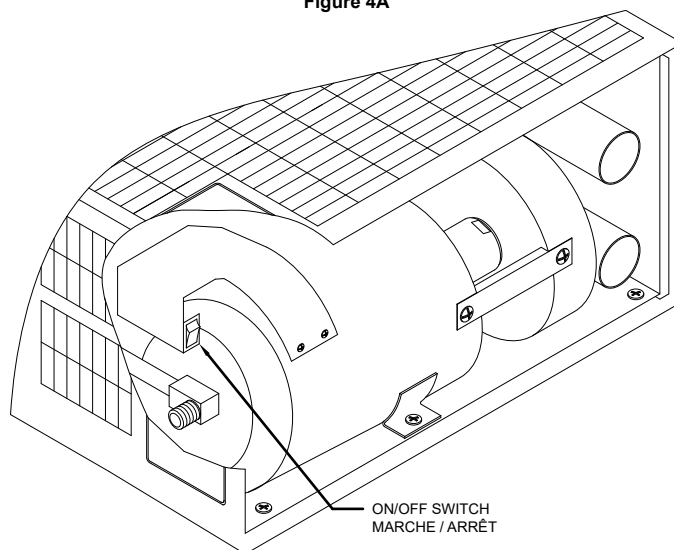

Figure 4B
5. Ouvrir le robinet d'arrêt manuel (si équipé) ou la valve au niveau du réservoir de propane à l'extérieur. Les bonnes caractéristiques de fonctionnement dépendent de la position de la vanne complètement ouverte. Ne jamais essayer de fonctionner avec une vanne partiellement fermée. REMARQUE: Cette fournaise est équipée d'un interrupteur d'arrêt de vanne. Si la fournaise est démarrée avec l'interrupteur d'arrêt en position «OFF», le moteur de la fournaise fonctionnera pendant 30 secondes, puis s'éteindra. Pendant cette séquence, aucun gaz ne circulera dans le brûleur et la chaudière sera verrouillée, ce qui obligera l'utilisateur à éteindre le thermostat ou l'alimentation de l'unité pour réinitialiser la fournaise. Assurez-vous que l'interrupteur d'arrêt est en position «ON» pour un fonctionnement correct. NOTE: Ce four est équipé d'un interrupteur d'arrêt de la vanne. Lorsque l'interrupteur est en position «OFF», le gaz ne s'écoule pas vers le brûleur et la fournaise ne fonctionne pas plus. Modèles SF SERIES, voir la figure 4A. Modèles de la série SH, voir la figure 4B.
9. Après trois (3) tentatives sans succès, exécuter les instructions d'arrêt de l'appareil, et contacter le concessionnaire, ou un établissement local de service après-vente. Ne pas tenter de commander l'allumage de la flamme en contraignant l'appareil au moyen du thermostat. NOTE: Si l'appareil serait bloqué le ventilateur s'arrêtera dans 5 minutes et restera dans la position «arrêt» jusqu'à ce que l'appareil est réallumé par la réactivation du thermostat.